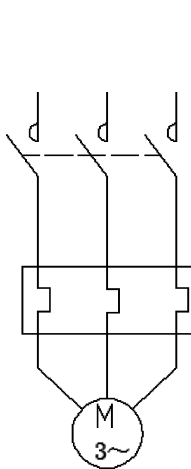

图 6-99 插入
(8) 单击“默认”选项卡“块”面板中的“插入”按钮, 插入 KM1 图块到竖线上端点, 并复制到其他两个端点, 单击“默认”选项卡“绘图”面板中的“直线”按钮, 绘制虚线, 结果如图 6-99 所示。